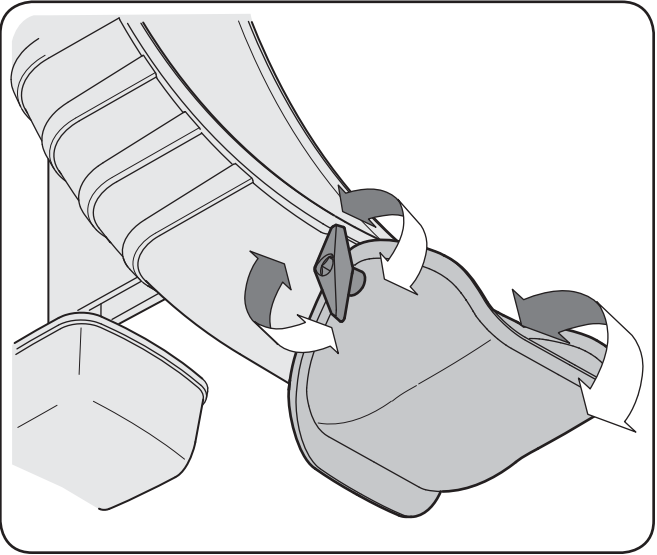

Figure 3-12
3. Faites pivoter la goulotte à la position voulue et resserrez le bouton. Voir la Figure 3-12.